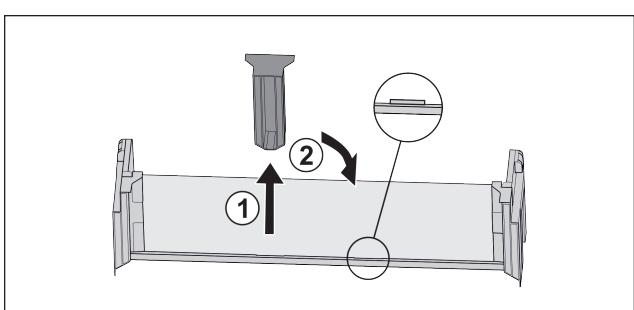

Fig. 20
- Изтеглете средната задържаща част Fig. 20 (1).
- Вкарайте средната задържаща част на втората позиция Fig. 20 (2).